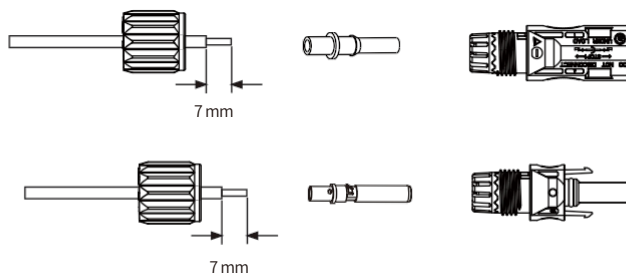

Imagen 3.3: Desmonta la tuerca de la tapa del conector
a) Pele el cable de CC unos 7 mm y desmonte la tuerca de la tapa del conector (véase la imagen 3.3).